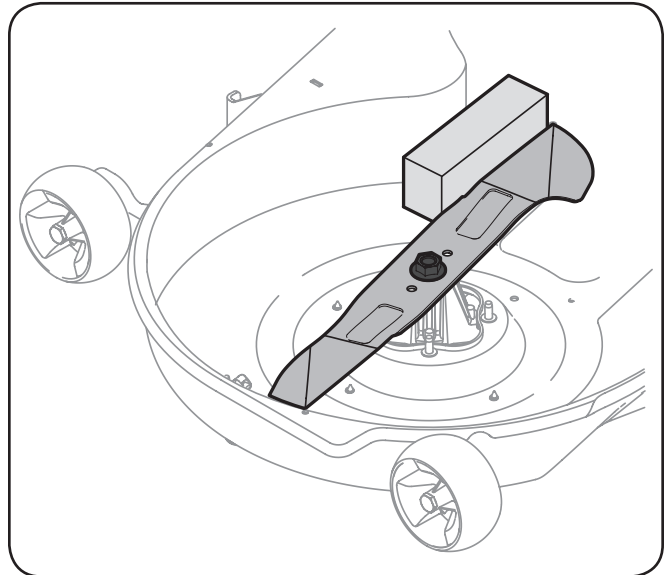

Figure 1-2
3. Maintenez la lame en place à l'aide d'un outil de démontage de lame ou d'un morceau de bois. Voir Figure 1-2.